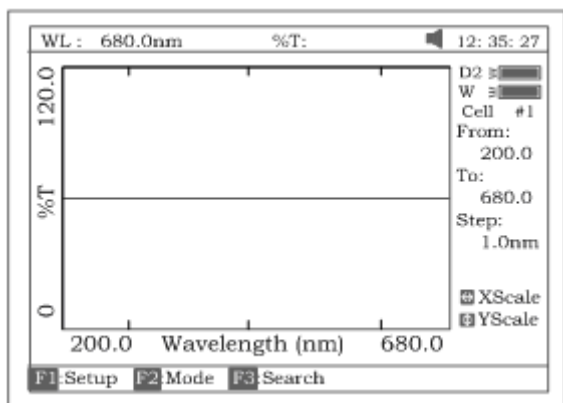

Рисунок 13
- Нажмите клавишу **[ЗАГРУЗИТЬ]** — в нижней (командной) строке дисплея появится первый хранящийся в памяти файл (*ABC.wav*) (см. рис.13). Пользуясь клавишами **[Λ]** или **[V]**, просмотрите файлы, хранящиеся в памяти прибора.